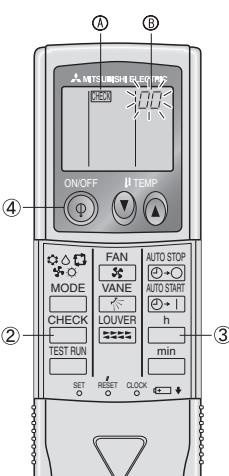

Fig. 7-4
7.3.2. Para controlador remoto inalámbrico (Fig. 7-4)
- ① Encienda el aparato.
- ② Pulse el botón CHECK dos veces.